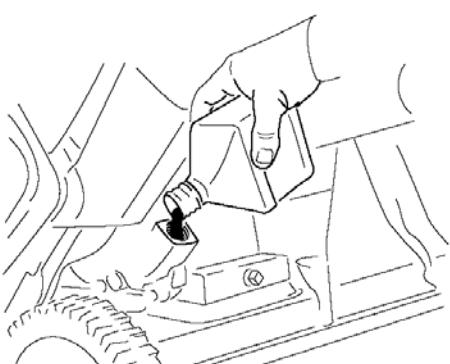

Рисунок 27
8. Осторожно залейте масло в заливное горлышко до края маслоналивной горловины. (Рис.27)